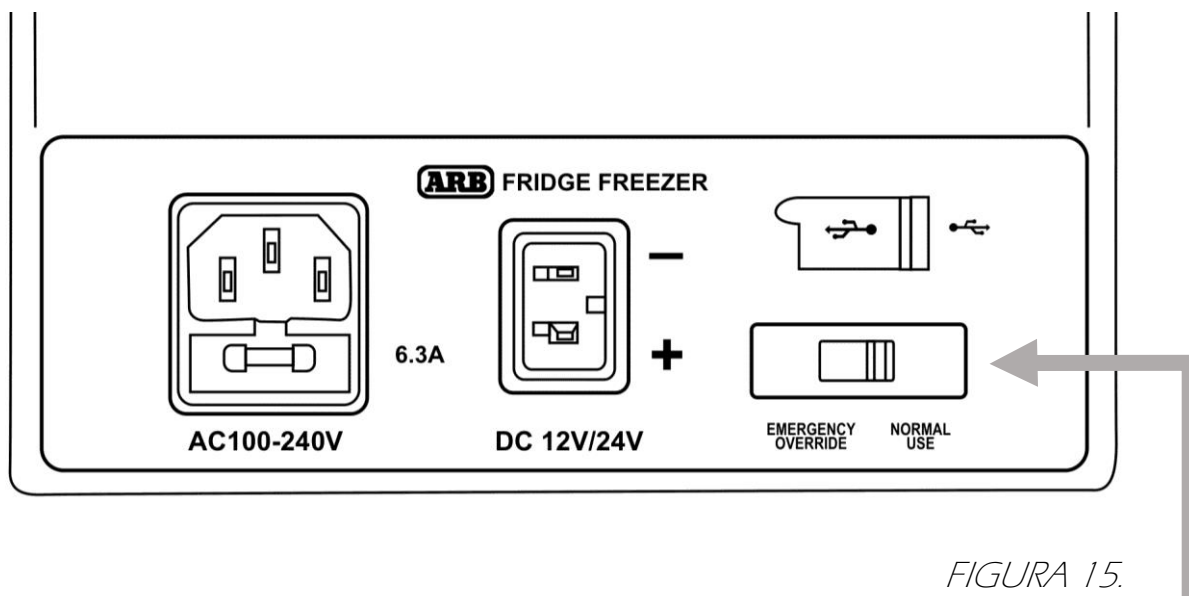

FIGURA 15.
- Pasar el interruptor de anulación de emergencia de USO NORMAL a ANULACIÓN DE EMERGENCIA (ver la Figura 15).